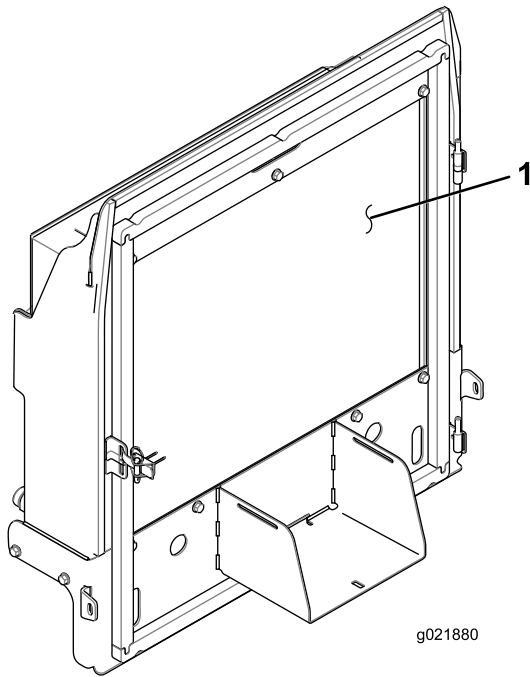

Figure 96
4. Nettoyez soigneusement les deux côtés du radiateur/refroidisseur d'huile à l'air comprimé (Figure 96).